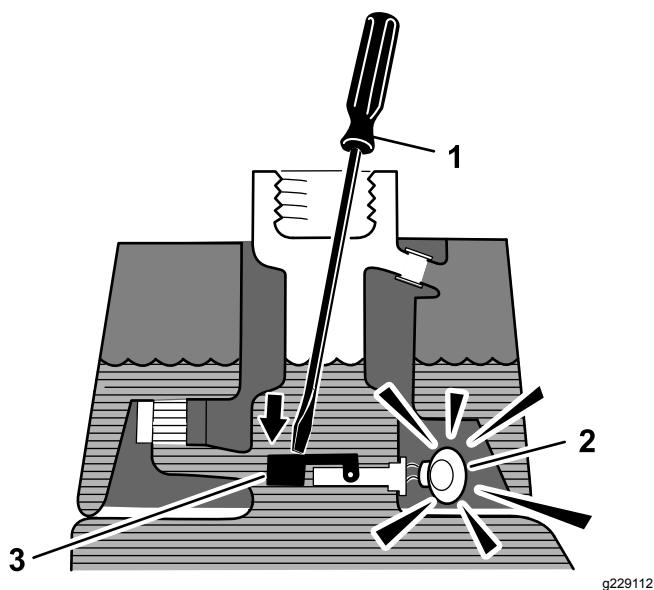

Рисунок 49
3. Вставьте чистый стержень или отвертку в горловину бака и слегка нажмите на поплавковый переключатель (Рисунок 49). После секундной задержки должен прозвучать предупреждающий звуковой сигнал.